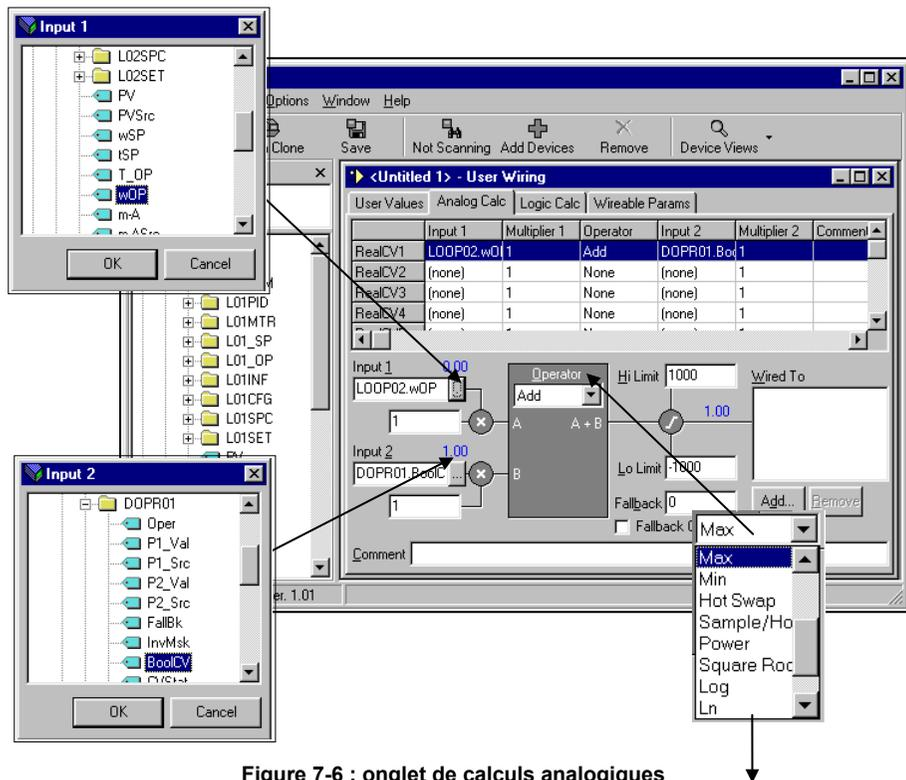

Figure 7-6 : onglet de calculs analogiques
La figure 7-6 présente le câblage de cet exemple.
2. Sur la représentation de la figure 7-6, **Panel View** est désactivé
3. Les valeurs actuelles des paramètres d'entrée sont affichées en bleu sur la vue Calcul analogique. Elles se trouvent juste au-dessus de la touche "points de suspension", cf. figure 7-6
4. La valeur actuelle de la sortie est affichée en bleu sur la vue Calcul analogique. On peut par conséquent voir directement le résultat du calcul, avec les valeurs des entrées, cf. figure 7-6.